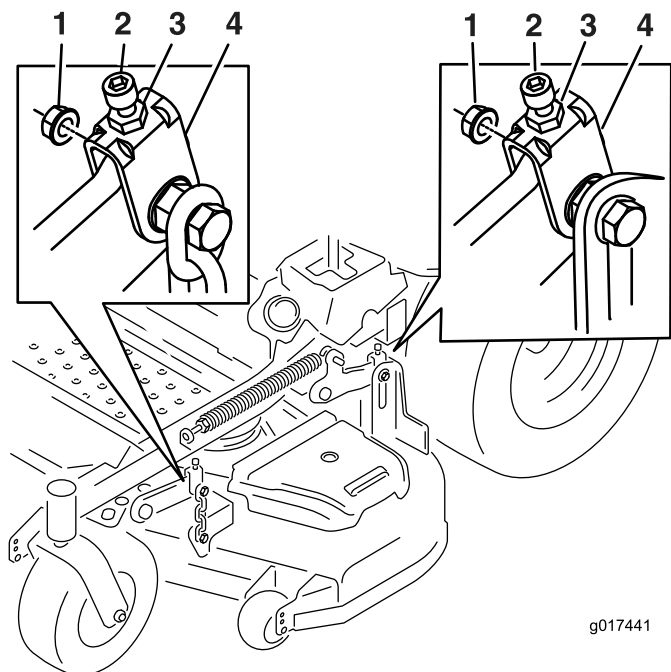

Figura 78
10. Se necessario, allentate il dado whizlock sul lato della forcella e il controdado sulla parte superiore (Figura 78).
17. Mettete a punto la vite di regolazione ruotando fino a un'altezza di 8,3 cm (vedere Figura 78).